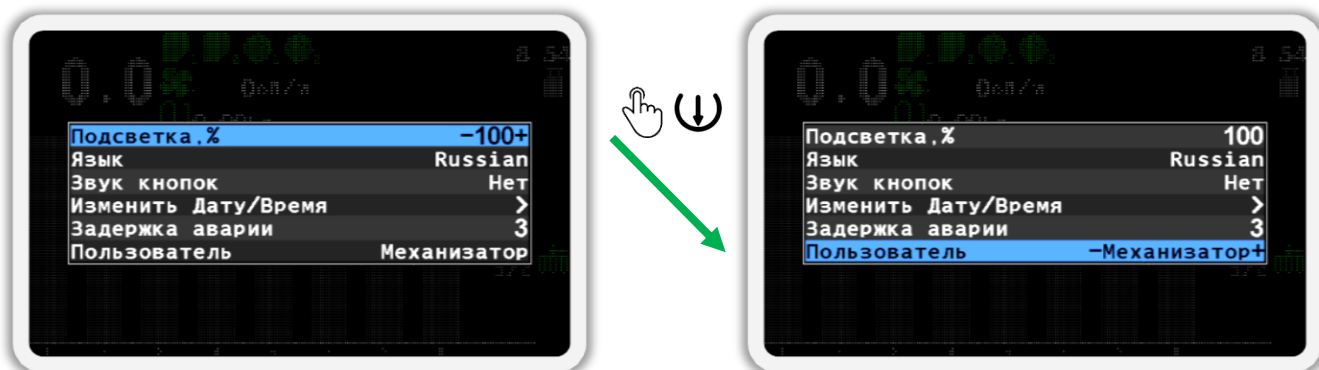

Рисунок 29
- Нажмите кнопку  «Меню». В результате на экране будет показано меню «Настройки» (см. Рисунок 29). В этом меню выберите пункт «Пользователь» .